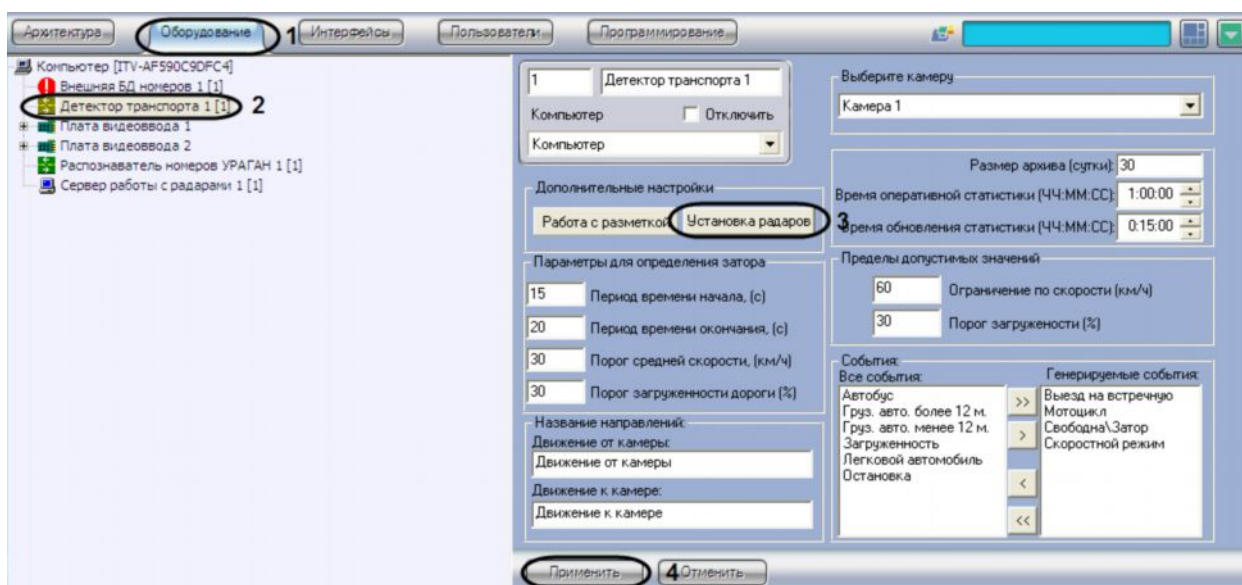

Рис. 7.5.9-1 Настройка совместной работы программных модулей «Детектор транспорта» и «Радар»
2. В дереве объектов на вкладке «Оборудование» выбрать объект «Детектор транспорта», соответствующий настраиваемому программному модулю «Детектор транспорта» (см. Рис. 7.5.9-1, 2). В правой части вкладки «Оборудование» отобразится панель настройки выбранного объекта.
3. Нажать на кнопку «Установка радаров» для вызова меню настройки совместной работы программного модуля «Детектор транспорта» с программным модулем «Радар» (см. Рис. 7.5.9-1, 3).